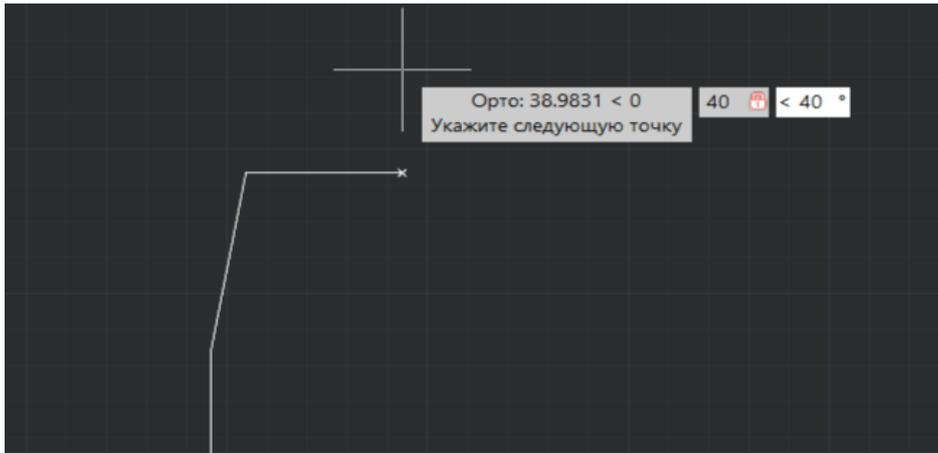

Рис. 3.32
3. Проводим отрезок 8-7 под углом $\beta=40^\circ$ длиной 40 мм. Нажимаем Enter. (рис. 3.32).